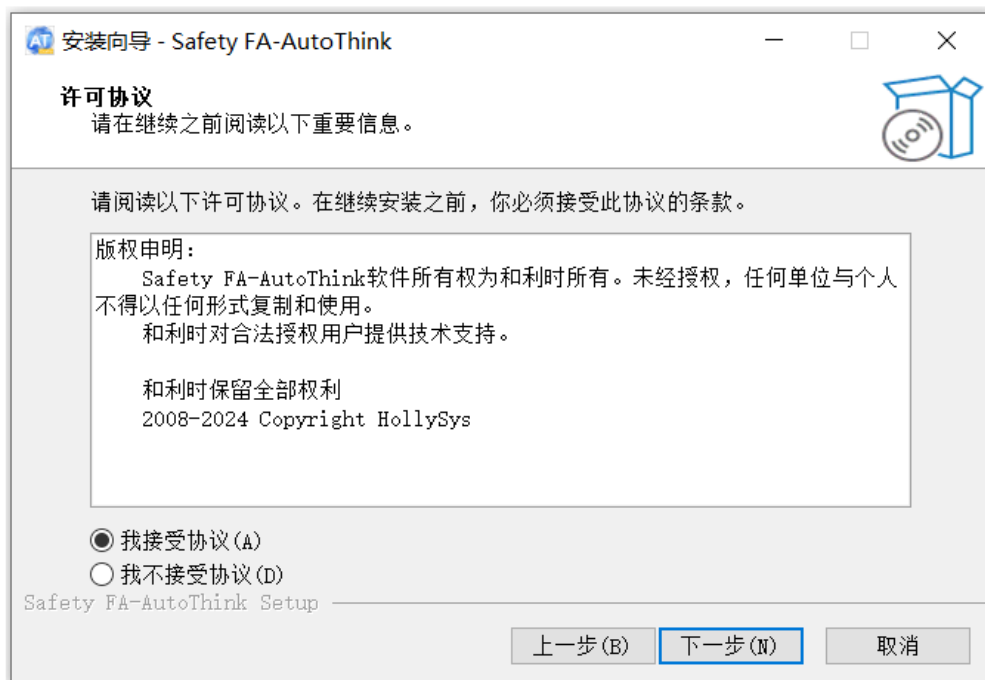

图 3 许可协议
单击**下一步(N)**，如图 3 所示。选择**我接受协议 (A)**，然后单击**下一步(N)**。